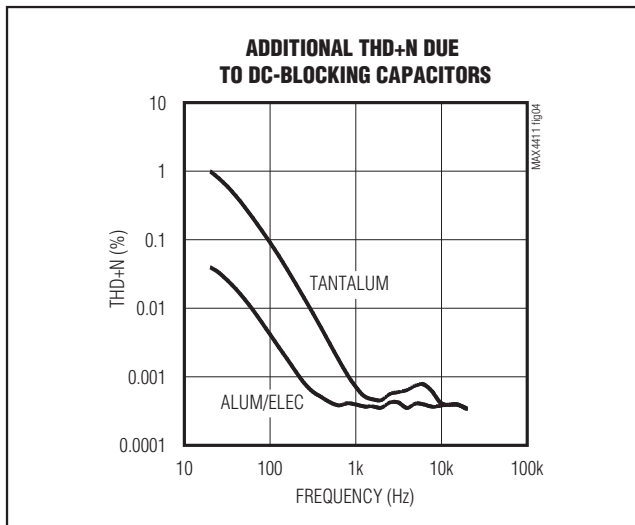

図4. 出力コンデンサに起因する歪み
- 2) 出力コンデンサの電圧係数は、再生されたオーディオ信号が歪む原因となります。これは、容量値がコンデンサ両端間の電圧の関数として変化するためです。低周波では、コンデンサのリアクタンスが-3dBポイント未満の周波数で支配的になり、電圧係数が周波数に依存する歪みとして現れます。図4は、2種類のコンデンサの誘電体のタイプによって発生するTHD+Nを示しています。100Hzを下まわると、THD+Nが急激に増加することに注意してください。